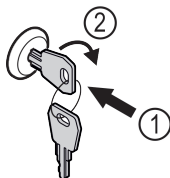

Fig. 55
- ▶ Dugja be a kulcsot Fig. 55 (1).
- ▶ Forgassa el a kulcsot 90°-kal az óramutató járásával megegyező irányba Fig. 55 (2).